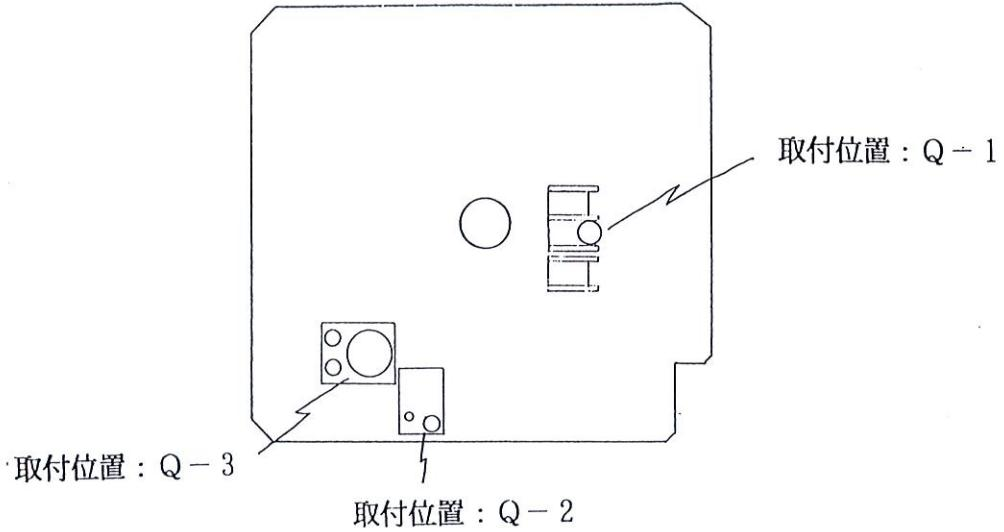

Fig. 3
1. 錠剤の種類に応じ、Fig. 3 に示す位置に振動ピン、振分けローラ、幅口